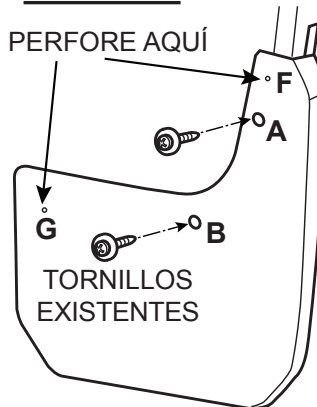

FIGURA 4
8. Aplique Súper lubricante de cuidado de vehículo GM con PTFE generosamente a las roscas y a la punta del tornillo M4.2 con arandela e instale en la ubicación (F). **Vea la figura 4.**
9. Instale el tornillo M4.2 con arandela incluido y la tuerca tipo U de garganta grande en la ubicación (G). La tuerca U se debe instalar como una tuerca detrás del revestimiento de la rueda. **Vea la figura 4.**